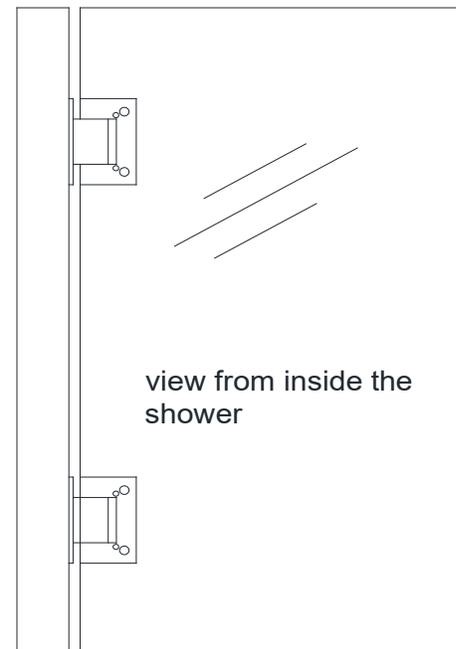

Fig 5a
**5a.** Assurez-vous que la porte vitrée est d'aplomb et que la bordure de la charnière est symétrique avec la bordure de la vitre. Centrez la charnière dans l'encoche de la vitre et serrez les vis de la **tête** (Fig. 5a). Veillez à ne pas rayer les surfaces finies de la charnière durant l'installation.